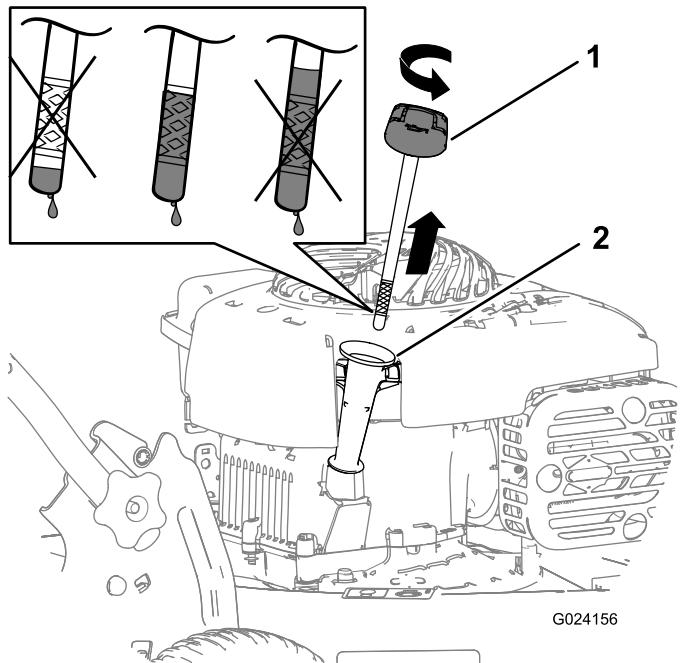

Figura 8
2. Togliete l'asta di livello (Figura 8).
- Rimuovete l'asta di livello e controllate il livello dell'olio; fate riferimento a Figura 8.